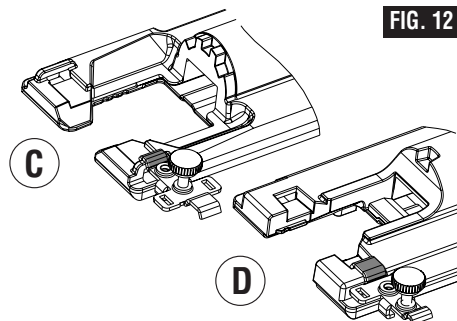

FIG. 12
Un extremo de la abrazadera se utiliza para sujetar la barra de la guía a las sierras caladoras que tienen partes superiores estrechas en sus ranuras de montaje de la placa-base (C) y el otro extremo se utiliza para sujetar la barra de la guía a las sierras caladoras que tienen partes superiores anchas en sus ranuras de montaje de la placa base (D) (Fig. 12).